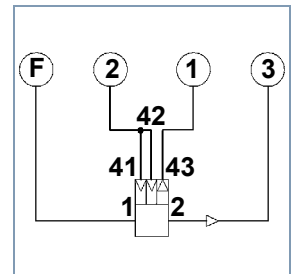

Fig. 2 Schéma de raccordement banc d'essai
- Raccorder l'appareil aux raccords du banc d'essai (voir fig. 2) ou selon le schéma de contrôle.